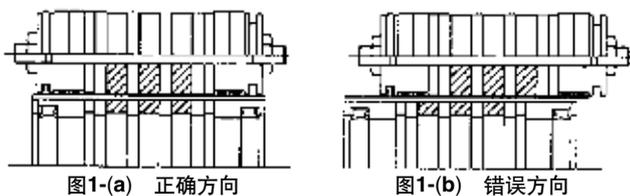

图1 移动体的方向性
- ①从缸筒上取下外部移动体或活塞移动体时,需强制将外部移动体与活塞移动体的位置错开,在无保持力的情况下取出。如果不这样取出,则会因内外的磁环吸力,而错不开。
- ②进行完上记操作后,在各移动体处于分开的状态下,取下内六角螺钉(端板A侧),由缸筒以及导向轴A、B上将端板A卸下。(更换时(密封圈等),请注意不要拆解其他部分,以防止漏气。)
- ③磁环的构成部(活塞移动体、外部移动体)绝对不能分解。否则,会成为保持力降低、误动作发生的原因。
- ④活塞移动体和外部移动体有方向性(保持力L型、 $\phi 6$ 、 $\phi 10$)。参见图1。将外部移动体(滑块)与活塞移动体呈互相吸着如图所示的位置状态下插入缸筒。如果是(b)那样时,仅将活塞反转 180° 插入。
- ⑤组装磁环构成部时,请将手表取下进行。否则有可能因强力磁力而引起故障。
- ⑥如果磁环掉到地上或者碰撞到金属件上会引起损坏,故在操作磁环构成部时请十分注意。